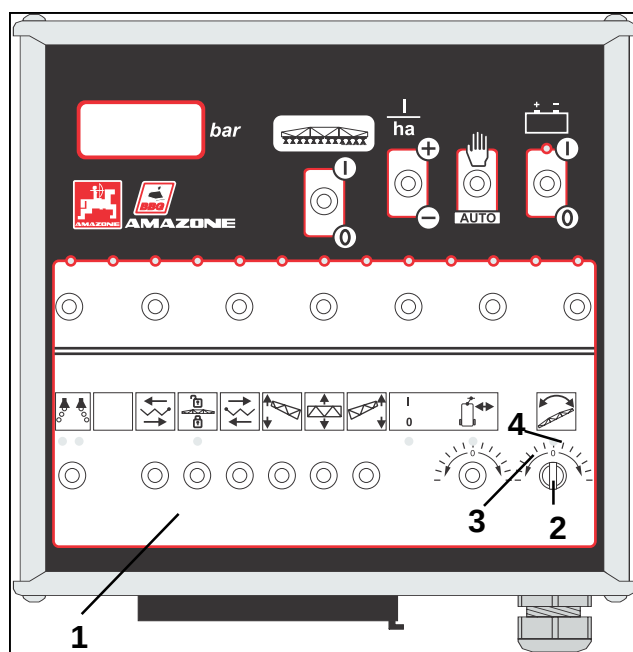

Fig. 8.26
Til hældningsindstillingen påvirker elektromotoren (fig. 8.25/1) svingarmen (fig. 8.25/2). Herved får begge fjedre (fig. 8.35/3) en forskellig spænding og trækker sprøjtebomben i den ønskede position. Elektromotoren bliver reguleret ved at dreje på knappen (fig. 8.26/2) på betjeningspanelet (fig. 8.26/1).
- Hældningsindstillingen på den udklappede bom reguleres ved hjælp af drejeknappen (fig. 8.26/2). De enkelte punkter på skalaen kendetegner en bestemt hældningsvinkel på bomben. Den vandrette indstilling på sprøjtebomben sker ved at stille drejeknappen om på "0".